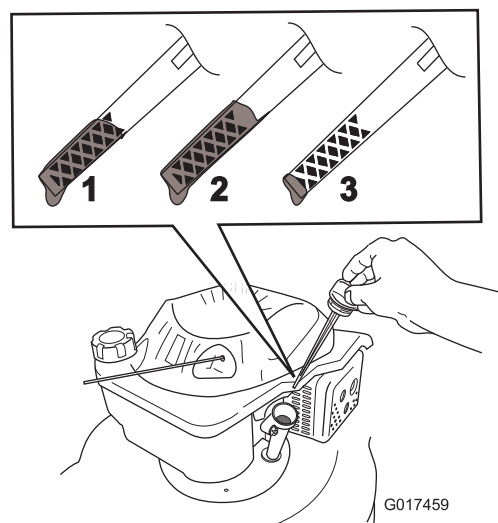

Figure 6
2. Retirez la jauge (Figure 6) et versez de l'huile dans le tube de remplissage pour remplir le carter jusqu'aux 3/4 de sa capacité.
5. Sortez de nouveau la jauge et vérifiez le niveau d'huile (Figure 6).